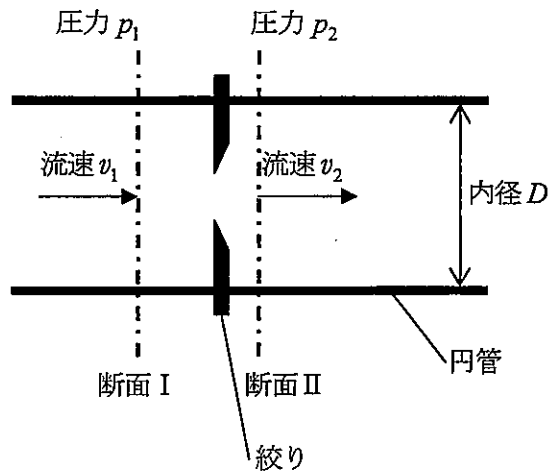

図1
(3) 図1は、内径が D の円管内を右向きに流れる密度 ρ の流体の体積流量 Q を測定する装置を示している。図の絞りあなは中央に孔の開いた円板であり、7 と呼ばれる。絞りの上流側断面Iと下流側断面IIを流れが通過するとき、上流側断面Iにおける流速を v_1 、圧力を p_1 、及び下流側断面IIにおける流速を v_2 、圧力を p_2 とする。これらの中には 8 に基づく関係があり、この関係を利用して流量を求めると、最終的に体積流量 Q は、9 に比例し、10 に反比例する。